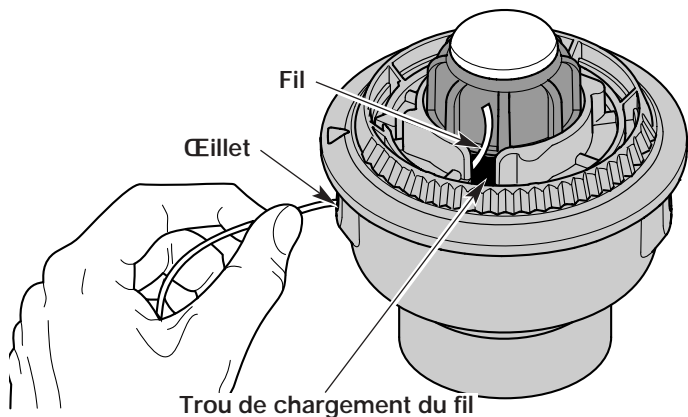

Fig. 37
3. Tirez le vieux fil des trous de chargement et de blocage du fil (Fig. 37 et 38).
4. Insérez un morceau de fil dans l'un des deux œillets de la bobine extérieure. Enfoncez-le dans le trou de chargement du moulinet intérieur (Fig. 37). Ne pliez pas le fil en l'insérant dans l'œillet.